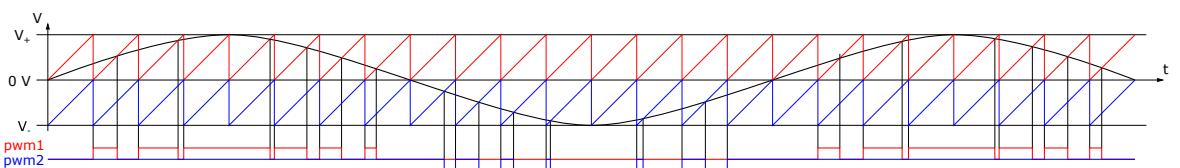

Abbildung 3: Diagramm der 3-stufigen Kontrolle
- Ein dreistufiger **PWM**-Modus. Jede Seite der **H-Brücke** wird unabhängig gesteuert. Das Prinzip wird in der Abbildung 3 demonstriert.